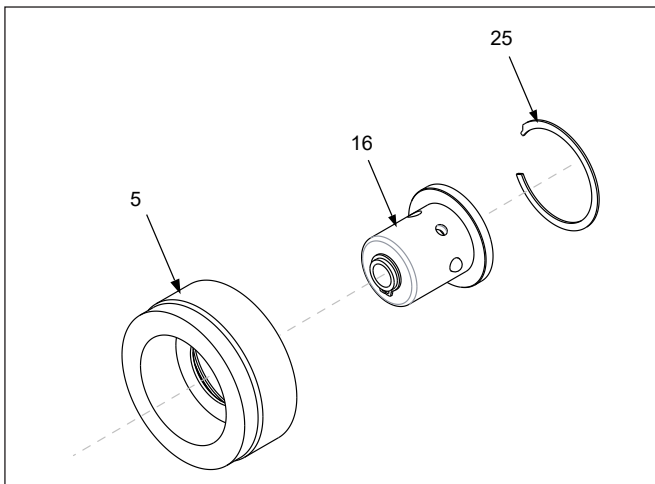

Рисунок 24: Изображение кнопки фиксатора в разобранном виде
7.3.5 Разборка и сборка кнопки фиксатора квадратного адаптера (рис. 24)